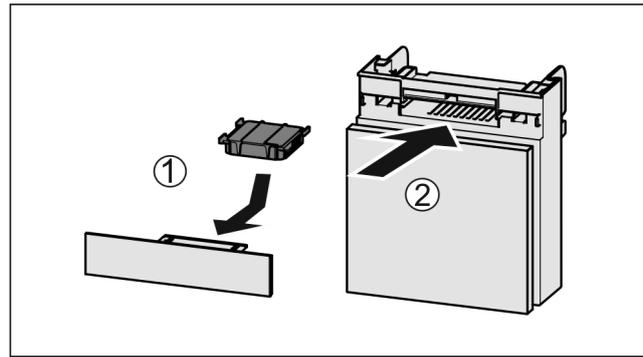

Fig. 64
- ▶ Aktivkohlefilter nach Abbildung einsetzen Fig. 64 (1).
- ▶ Fach einschieben Fig. 64 (2).